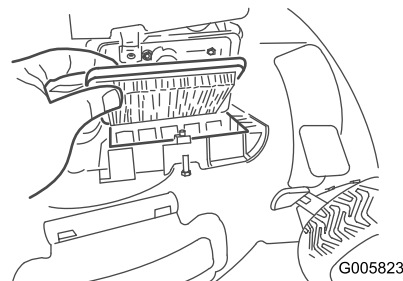

Рисунок 25
2. Замените воздушный фильтр (Рисунок 25).